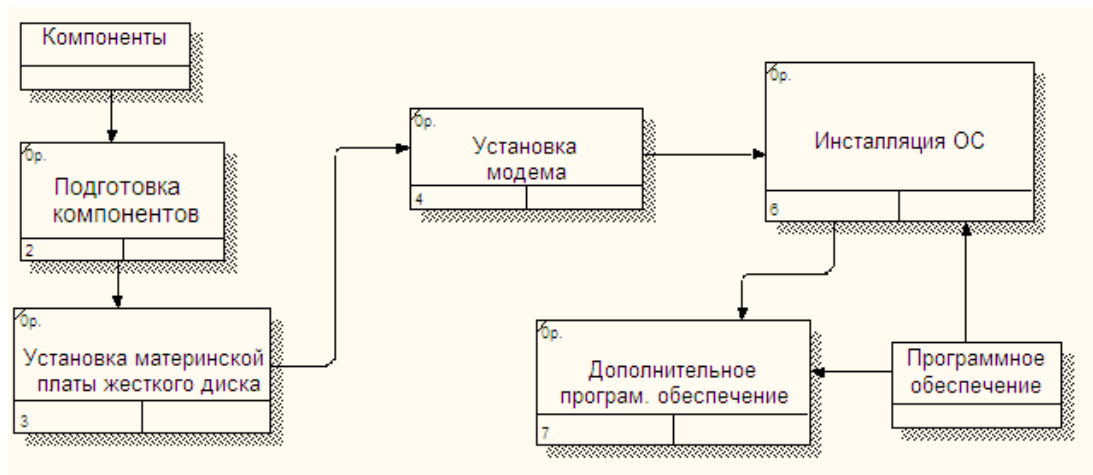

Рис. 0.49 Результат создания сценария
2. Удалите элементы, не входящие в сценарий (Рис. 0.49).